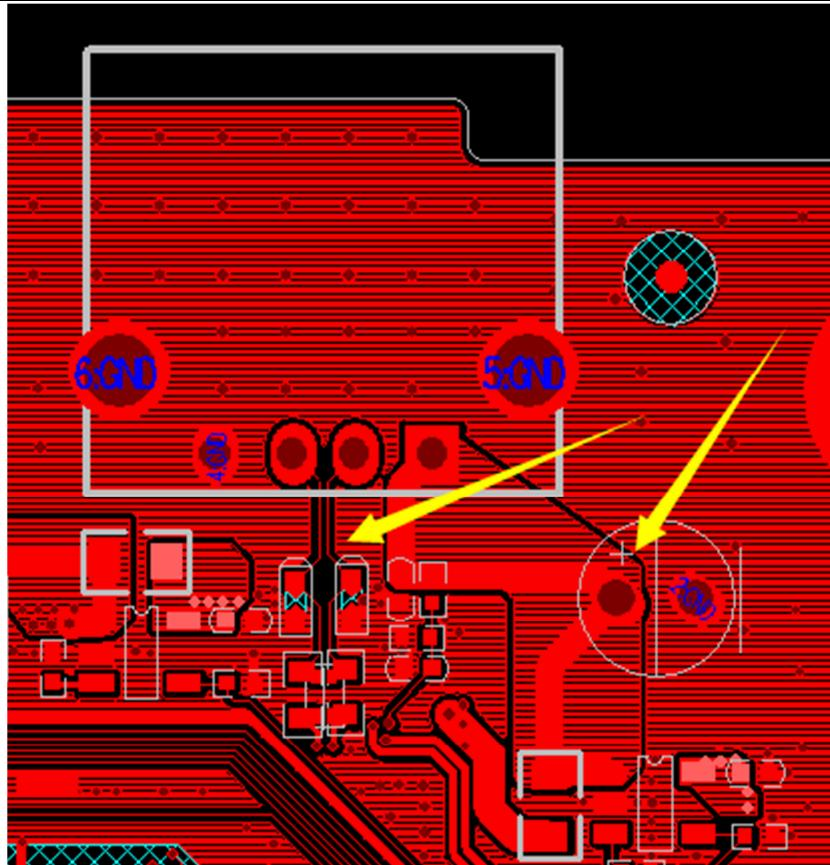

图 3-34 USB 电源布局方式
- ESD保护器件、共模电感和大电容在布局时应尽可能的靠近USB接口，限流开关输入及输出PIN，如有过孔换层尽量多放几个，以减小走线上的阻抗及满足过载能力，并确认限流开关的接地PIN有良好的接地，至少需要就近PIN焊盘放置4个以上0402类型的过孔，如图3-34。